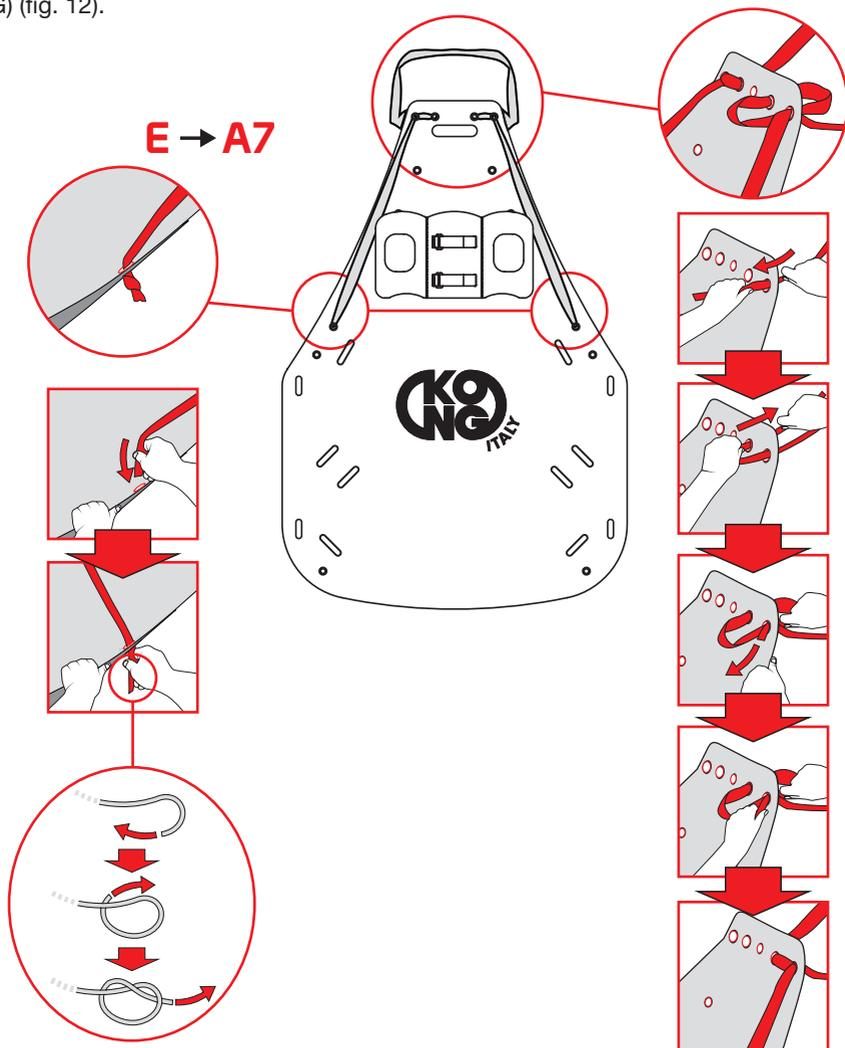

Fig.9
- inserire la fettuccia (E) nei fori A7 del piano di appoggio (fig. 9),